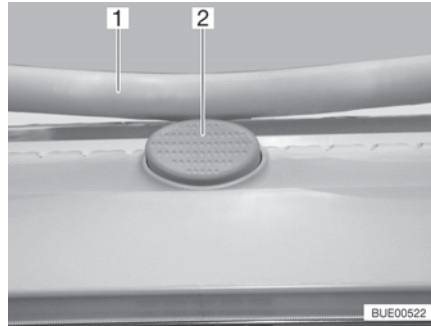

Bild 53 Sicherungsknopf (Heki-Dachhaube)
- Den Sicherungsknopf (Bild 53,2) drücken und den Bügel (Bild 53,1) mit beiden Händen nach unten ziehen.
- Den Bügel mit beiden Händen nach oben drücken, bis der Bügel oberhalb des Sicherungsknopfes (Bild 53,2) liegt.